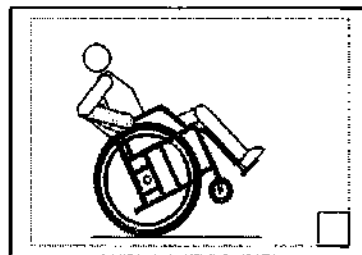

Рис. 2
6.2. Во избежание опрокидывания назад вставайте на баланс на задних колёсах для преодоления препятствий только, когда приобретете навык. Первое время делайте это только, когда Вас подстраховывает помощник. Гарантией против непроизвольного опрокидывания назад служит такая индивидуальная подгонка коляски, при которой оси задних колёс установлены в адаптере в одно из крайних задних положений (рис.2)